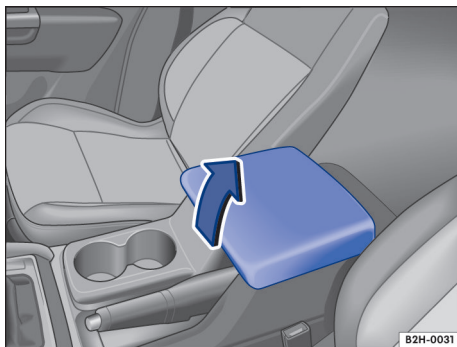

Fig. 118 Porta-objetos no descanso-braço central dianteiro.
- Levantar o descanso-braço totalmente para cima no sentido da seta → Fig. 118.
- Conduzir o descanso-braço para baixo contra o sentido da seta → Fig. 118.